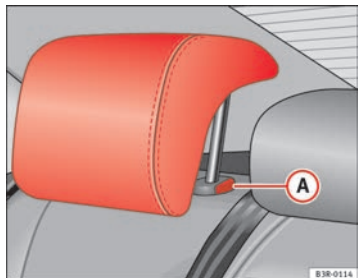

Abb. 5 Hintere Seiten-sitzplätze: Kopfstützen
- Drücken Sie den Knopf **A** ⇒ Abb. 5 und führen Sie die Kopfstütze nach unten.
- Drücken Sie auf die Taste **A** ⇒ Abb. 5 und ziehen Sie gleichzeitig die Kopfstütze heraus.